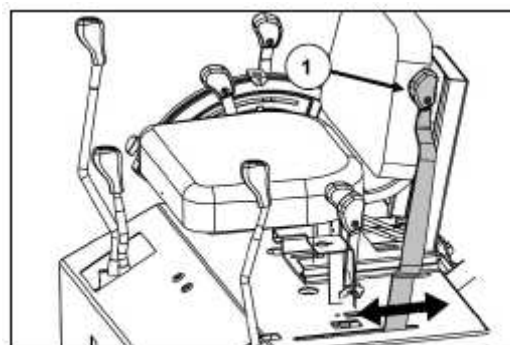

Fig. 4-18
A finalidade da tração à frente é aumentar a tração em terrenos lamacentos, superfícies escorregadias, etc. A alavanca (1) de controlo, (Fig. 4-18) é usada para engatar e desengatar a tração à frente. As duas manobras podem ser levadas a cabo enquanto o trator está a seguir numa linha reta e nunca sob tensão.